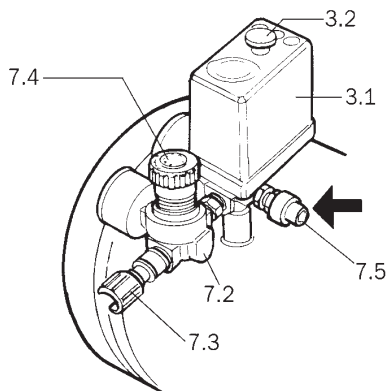

fig. 7
**B** - Malfunzionamento del riduttore di pressione 7.2 (fig. 7).